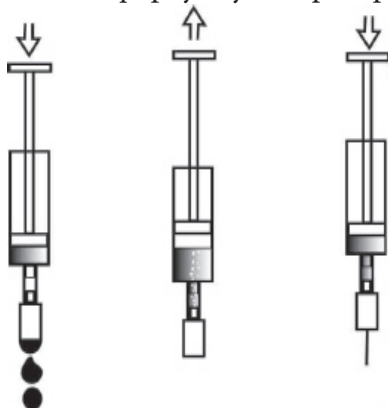

Рис. 15. Промывка сопла
3. Вставить сопло в трубочку шприца, как показано на рис. 15;